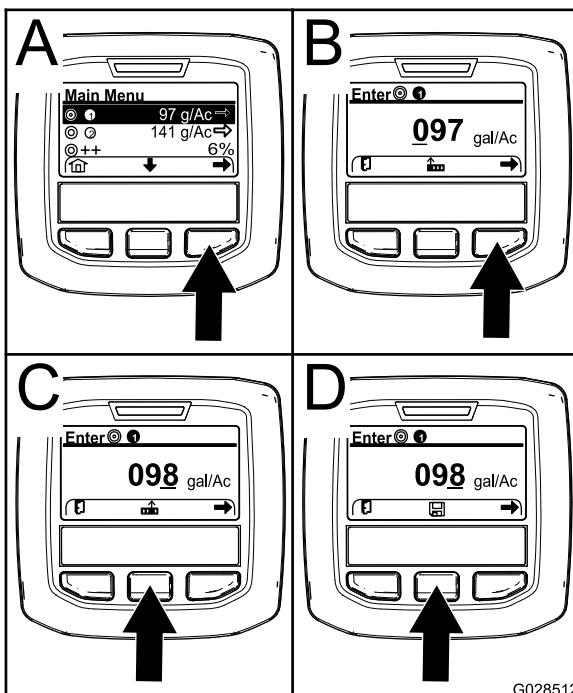

Figure 66
2. Au besoin, appuyez sur le bouton de sélection central pour mettre en surbrillance le débit d'application du programme 1 (Figure 66).